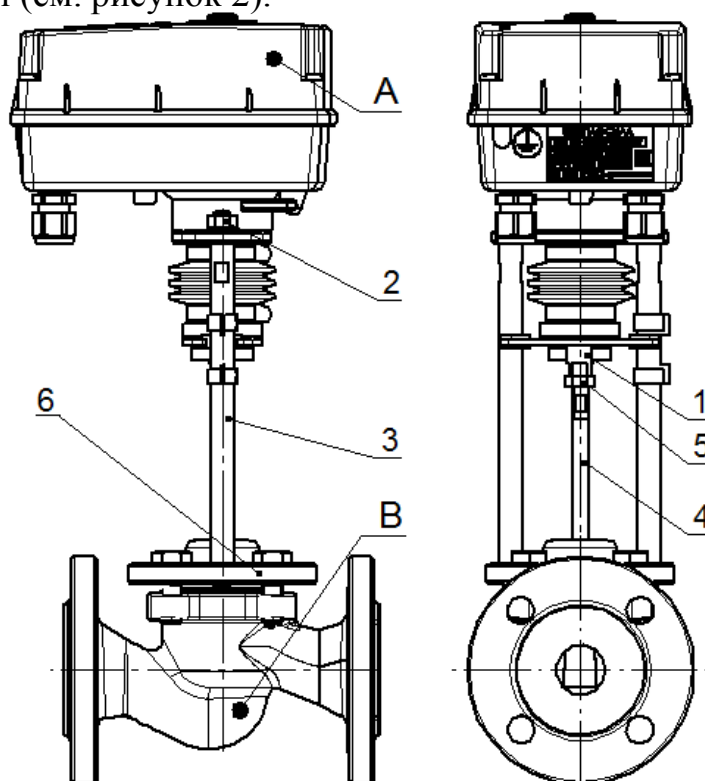

Рисунок 2 - Монтаж в столбиковом исполнении
3.1.1 Монтаж в столбиковом исполнении (см. рисунок 2).